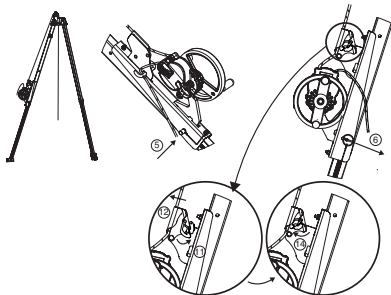

Fig. 9
**IMPORTANTE:** Atenção ao sentido da montagem: o bloqueador de drisse deve ficar voltado para cima do tripé tracpode (Fig. 9).
5. Instalar o fuso de amarração do suporte para aparelho Derope™ UP R. Este fuso de amarração desempenha duas funções: bloqueio do pé do tripé tracpode e amarração do suporte para aparelho Derope™ UP R neste pé (Fig. 9, 5).
6. Bloquear o fuso de amarração por meio do pino mola (Fig. 9, 6).
11. Abrir o pino de aperto de drisse do suporte (Fig. 9, 11).
12. Introduzir a drisse que sai do aparelho Derope™ no pino de aperto de drisse do suporte (Fig. 9, 12).
14. Fechar o pino de aperto de drisse (Fig. 9, 14).